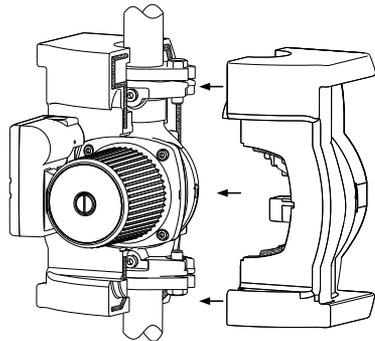

Fig. 6 Coincidir las dos caras de la cáscara aislamiento (áreas de los puntos indican sellador)
3. Fósforo encima de los dos lados de la cáscara aislamiento sobre la voluta de la bomba como se ilustra en la fig. 6. Si las cáscaras no se aparean; los pernos de la brida están instalados en la dirección equivocada; ver paso uno y / o cambiar la ubicación de cáscara aislamiento.